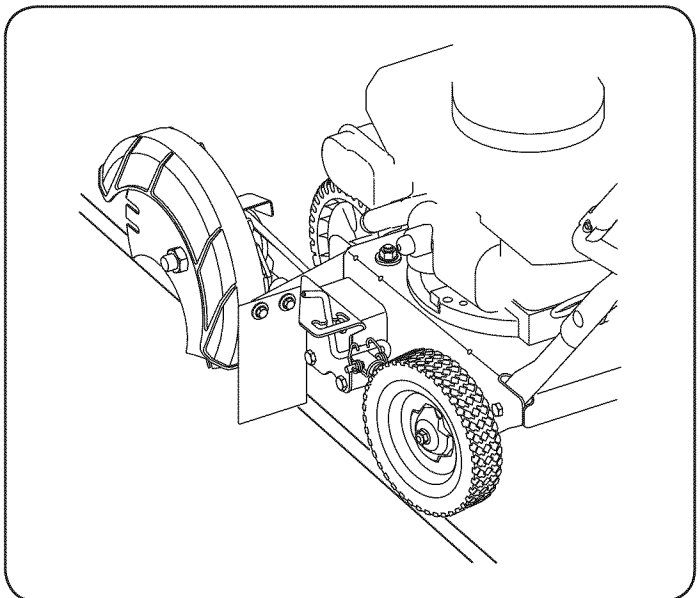

Figura 7
1. Mueva la unidad al área que va a recortar, asegurándose de que la rueda posterior izquierda esté sobre una superficie dura y que la cuchilla esté sobre el área a cortar. Vea la Figura 7.